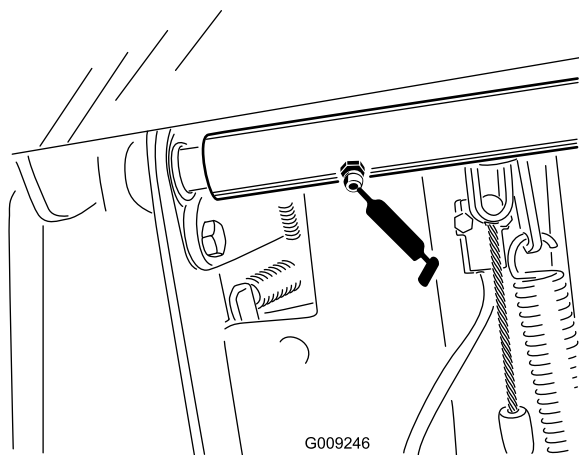

Рисунок 35
- Подшипники поворотного шкворня педали тормоза (2 шт.) (Рисунок 35)